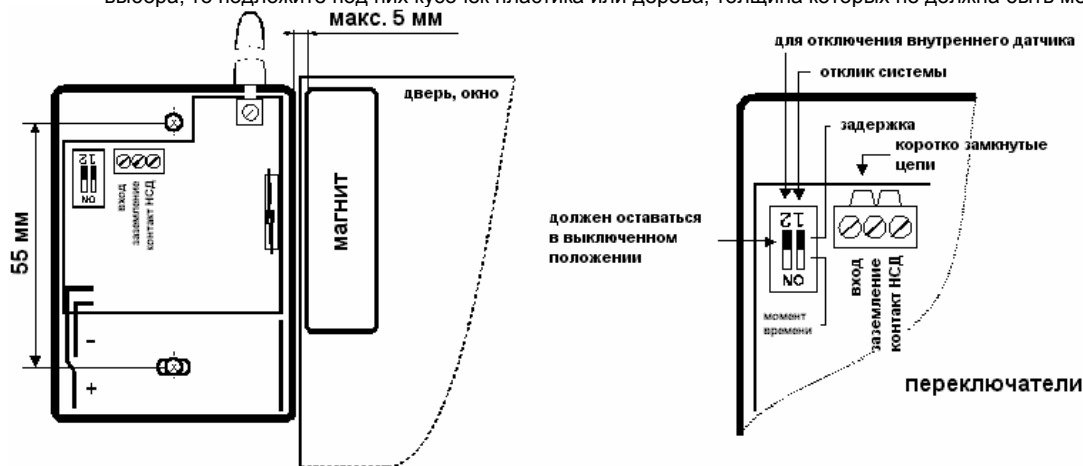

Рисунок 8
- Прикрепите магнитоcontact двумя шурупами к движущейся части двери или окна. После этого наденьте верхнюю крышку. Расстояние между извещателем и магнитом не должно быть больше, чем 5 мм при закрытой двери (см. рис. 8)
- Используйте переключатель №1 для того, чтобы определить реакцию системы на открытие двери, мгновенна она или с задержкой (главная входная дверь). Переключатель №2 должен оставаться в выключенном состоянии. Смотрите Рисунок 8;